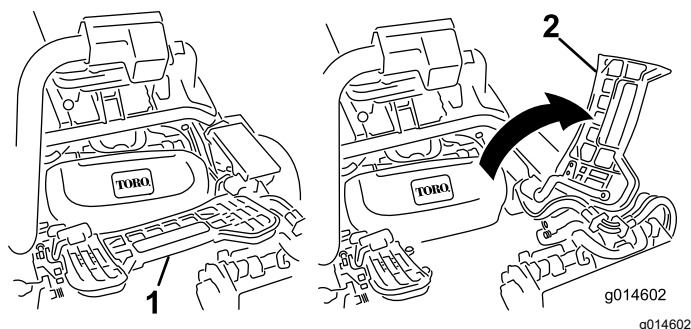

図 54
1. フットレストを跳ね上げて開き、中央カッティングユニット取り付け位置へのアクセスを確保する図 54。